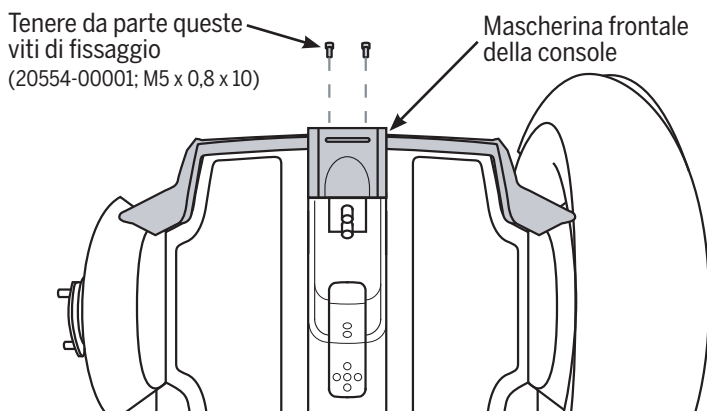

Figura 1. Rimuovere le viti di fissaggio
2. Rimuovere le viti di fissaggio dalla mascherina frontale della console con una chiave a brugola da 4 mm. Vedere **Figura 1**.